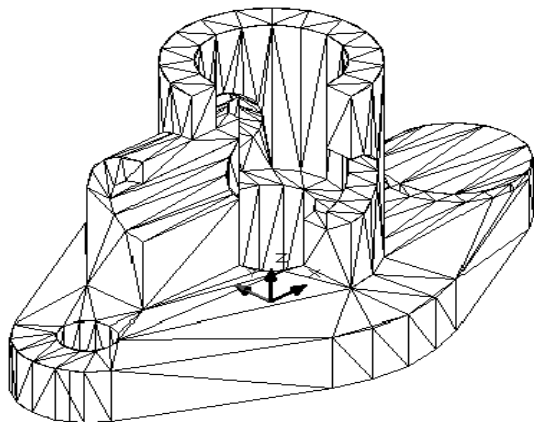

图 7-92
(34)单击【修改】下拉菜单中的【实体编辑】子菜单中的【差集】选项。将拉伸的圆柱从原实体中减去。如图 7-92 所示：